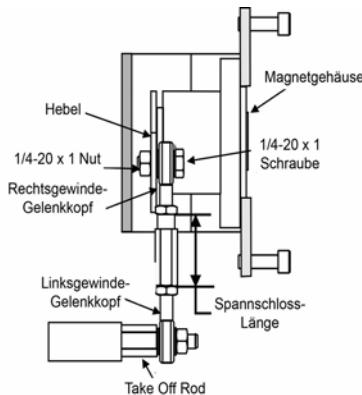

Abbildung 12 Hubkolben-Linkage
5. Fädeln Sie die Abzugsstange mit der Antriebsspindel Anschluss. Siehe hierzu Abbildung 12 auf Seite 27. Stellen Sie sicher, dass die Reise-Zeiger am Kupplungs befindet richtig positioniert ist.
10. Schrauben Sie die Spannschraube auf der linken Gewindestangenende (Abbildung 12).